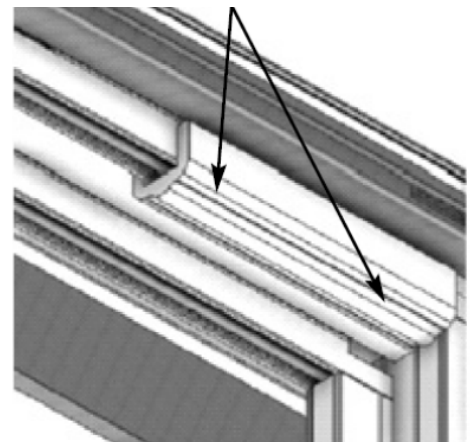

Figura 31
8. **Instale** el tope del panel (pieza 24) utilizando dos tornillos (pieza 47) a través del centro del tope, a 1/4" de cada extremo (figura 31).